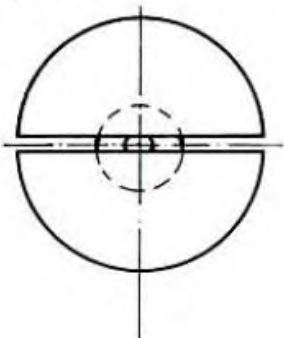

Figure 1
| 00 | 0,500 | 0,0200 | 0,5080 | 3 | 10,000 | 0,4000 | 10,160 | |  <p>Bagues de réglage 0,500 à 1,500 mm fig. 1</p> | | | | | | | | | | | | | | | | | | | | | | | | | | | | | | | | | | | | | | | | |
1. Déformation radiale figures 1, 2 et 3
Contrôle: comprimer légèrement à la main la tête. Les mâchoires de mesure semi-circulaires doivent être symétrique à l'oeil (figure 1).